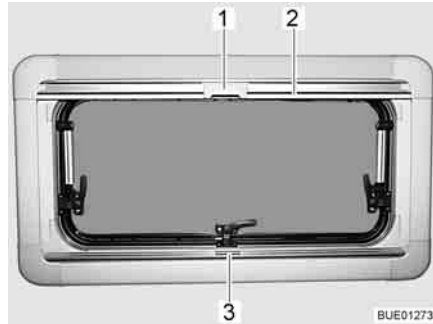
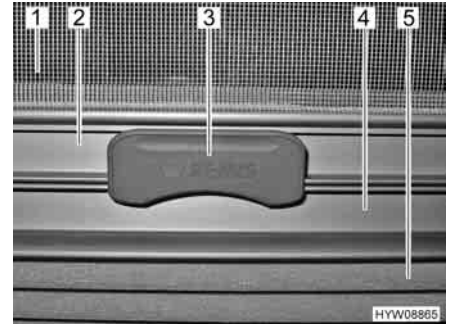

Fig. 68 Finestra apribile
Fig. 69 Aggancio
La tendina oscurante pieghevole (Fig. 69,5) è montata nella cassetta inferiore.
- Afferrare la tendina oscurante pieghevole per la parte centrale della barra di presa (Fig. 68,3 e Fig. 69,4), tirarla dal basso verso l'alto e rilasciarla nella posizione desiderata. La tendina oscurante pieghevole rimane in questa posizione.
La zanzariera a rullo (Fig. 69,1) è montata nella cassetta superiore.
- Tirare la zanzariera a rullo accompagnandola con la barra di presa (Fig. 68,2 e Fig. 69,2) verso il basso, fino a quando la barra di presa non arriva a contatto con la tendina oscurante pieghevole (Fig. 69,4).
- Bloccare l'aggancio (Fig. 68,1 e Fig. 69,3) della zanzariera a rullo nella barra di presa della tendina oscurante pieghevole. Se l'aggancio risulta bloccato, la tendina oscurante pieghevole e la zanzariera a rullo possono essere spostate insieme.
- Premere in alto l'aggancio (Fig. 69,3) sulla zanzariera a rullo.
- Ricodurre lentamente la zanzariera a rullo accompagnandola con la barra di presa (Fig. 68,2).